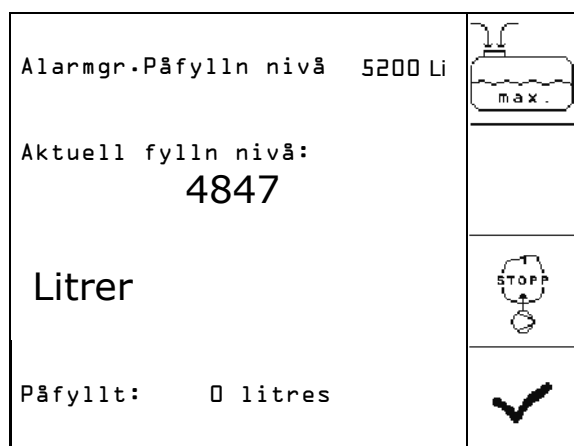

Bild 68
1.  Öppna påfyllningsmenyn (Bild 68).